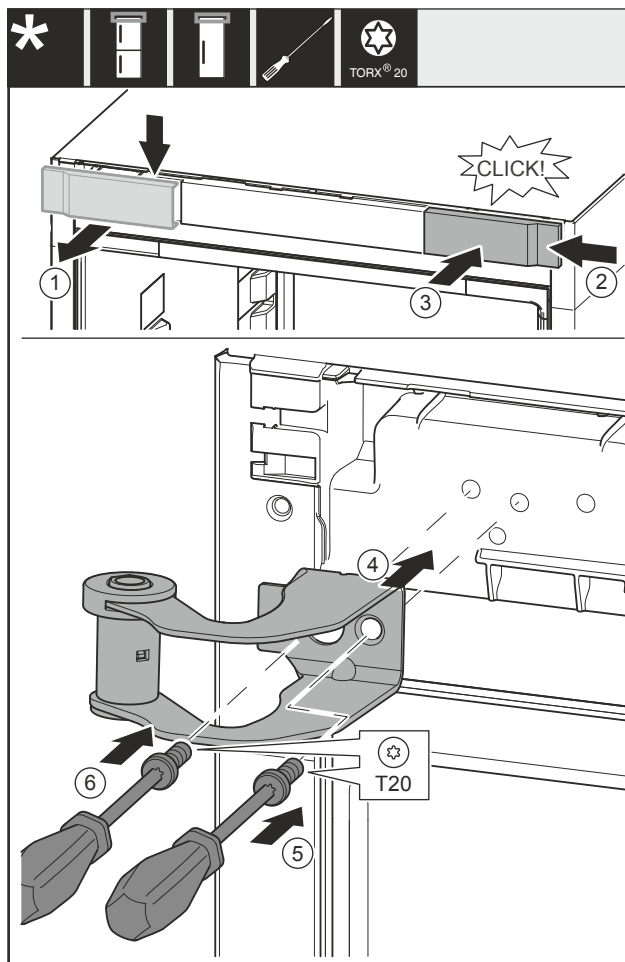

Fig. 12
- ▶ Снимите крышку Fig. 12 (1) сверху вперед.
- ▶ Навесьте крышку Fig. 12 (2), повернув ее на 180°, справа с другой стороны.
- ▶ Зафиксируйте крышку Fig. 12 (3).
- ▶ Установите верхний опорный кронштейн Fig. 12 (4).
- ▶ Затяните винт Fig. 12 (5).
- ▶ Затяните винт Fig. 12 (6).